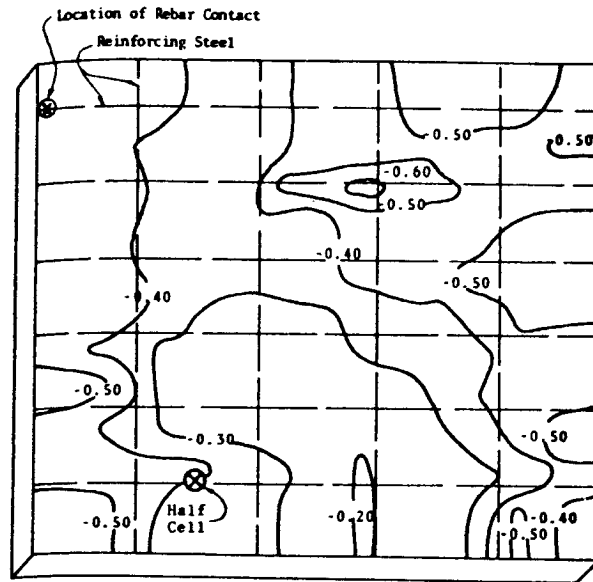

Fig 2.115- Courbes équipotentielles typiques.
- Le relevé géographique du potentiel permet de tracer les courbes équipotentielles qui peuvent être utilisées pour repérer les endroits où il y a présence de corrosion (les mesures de potentiel ne **sont pas** nécessairement représentatives du **taux** de corrosion) (Fig 2.115).